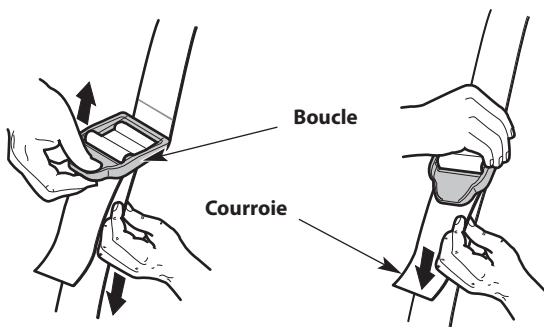

Fig. 6
4. Ajustez la bandoulière en fonction de l'opérateur (Fig. 6). Tirez la boucle vers le haut pour desserrer la bandoulière. Tirez la bandoulière vers le bas pour serrer la bandoulière.